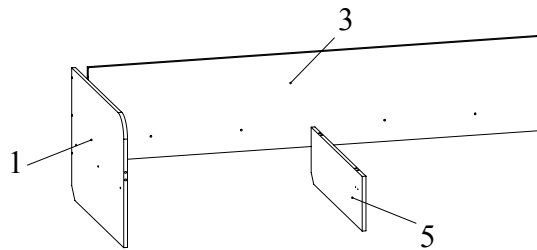

Рис.3
5. Соединить при помощи конфирматов 7x50 боковину 1 со спинкой 3 (Рис. 3).
6. При помощи конфирматов 7x50 соединить спинку 3 со стойкой 5 (Рис. 3).